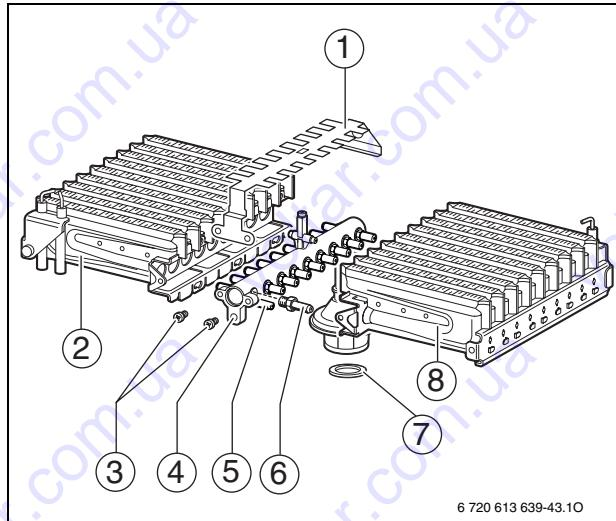

Рис. 35
- ▶ Демонтировать горелку (→ рис. 35, поз. 2 и 8 / → глава 12.2.1).
- ▶ Заменить форсунки (6).
- ▶ Установить горелку (→ рис. 35, поз. 2 и 8).